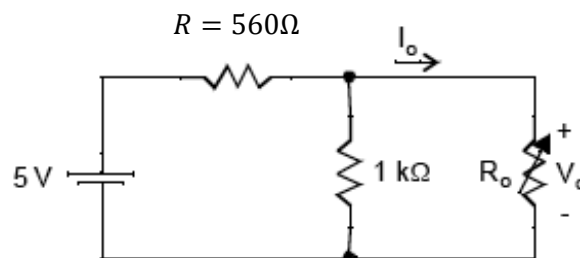

FIGURE 5 : Circuit pour le théorème de superposition.
1. Déterminer la valeur de R_o de la figure 5 afin d'obtenir un $V_o = 2.1$ V
2. Sur le circuit de la figure 5, calculer la tension V_o , le courant I_o ainsi que les tensions et les courants des résistances de $560\ \Omega$ et de $1\ k\Omega$.
- a. Construire dans Simulink le circuit de la figure 5 avec la valeur de R_0 calculée précédemment.
1. Sur le circuit de la figure 5, mesurer la tension V_0 , le courant I_0 ainsi que les tensions et les courants des résistances de $560\ \Omega$ et de $1\ \text{k}\Omega$.